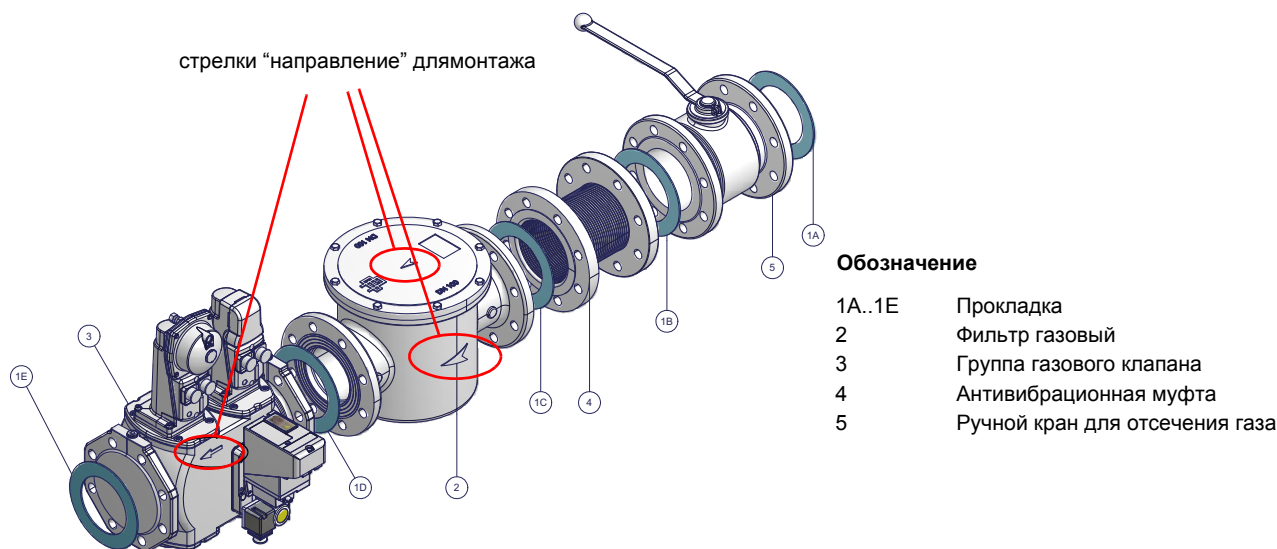

Рис. 2 - Пример газовой ramпы
- 1 - б) при фланцевых соединениях: между соседними компонентами устанавливать прокладку (1A..1E - Рис. 2), совместимую с используемым газом,
ВНИМАНИЕ: после монтажа газовой ramпы согласно схеме на Рис. 2, необходимо провести тестирование на герметичность газового контура, согласно требований действующих нормативов.
ВНИМАНИЕ: после монтажа газовой рамы согласно схеме на Рис. 2, необходимо провести тестирование на герметичность газового контура, согласно требований действующих нормативов.
- 1 - б) при фланцевых соединениях: между соседними компонентами устанавливать прокладку (1А..1Е - Рис. 2), совместимую с используемым газом,
ВНИМАНИЕ: после монтажа газовой рампы согласно схеме на Рис. 2, необходимо провести тестирование на герметичность газового контура, согласно требований действующих нормативов.